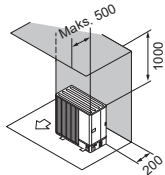

Fig. 2-7
- (2) Forhindringer eller lukkede områder kun foran og bagpå (Fig. 2-7)